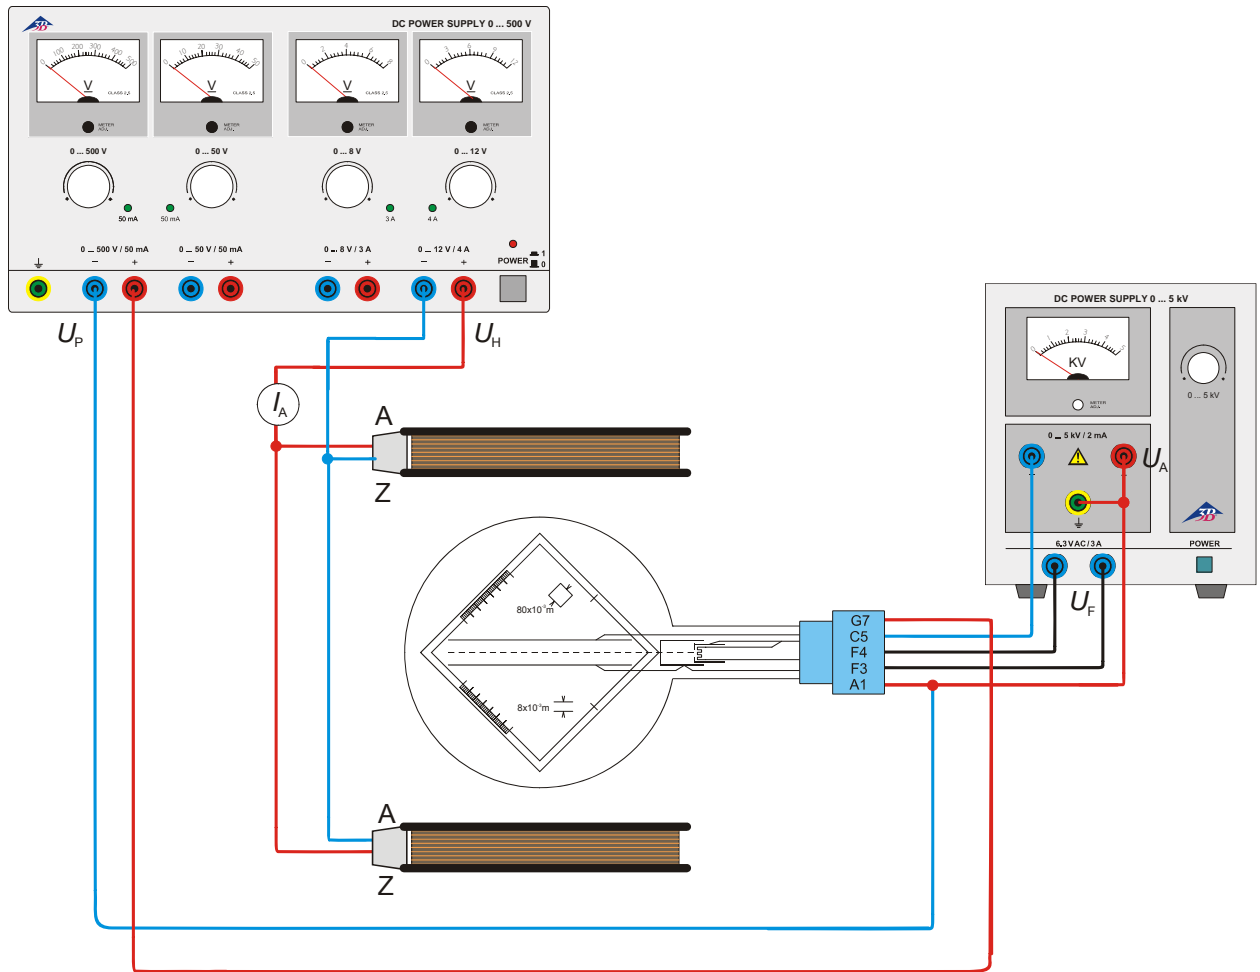

Fig. 4 Determinação de e/m por meio de compensação de campo
- Montagem da experiência conforme fig. 4.